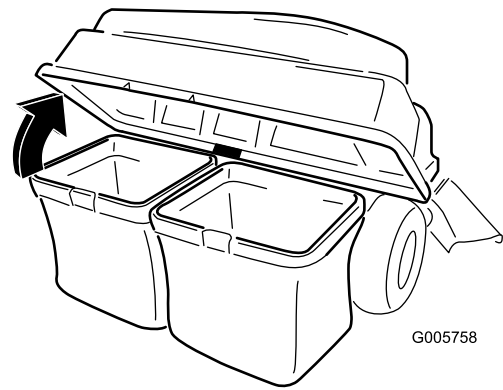

Figura 25
3. Otvorite (podignite) poklopac sakupljača (Figura 25).